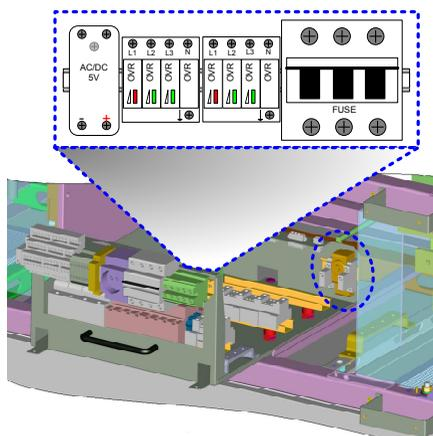

Figura 17-5: Posizione di manutenzione del cassetto AC
3. Effettuare la manutenzione necessaria come ad esempio sostituzione delle cartucce dell'OVR e relativi fusibili, oppure l'impostazione del termostato delle ventole. (Figura 17-5)